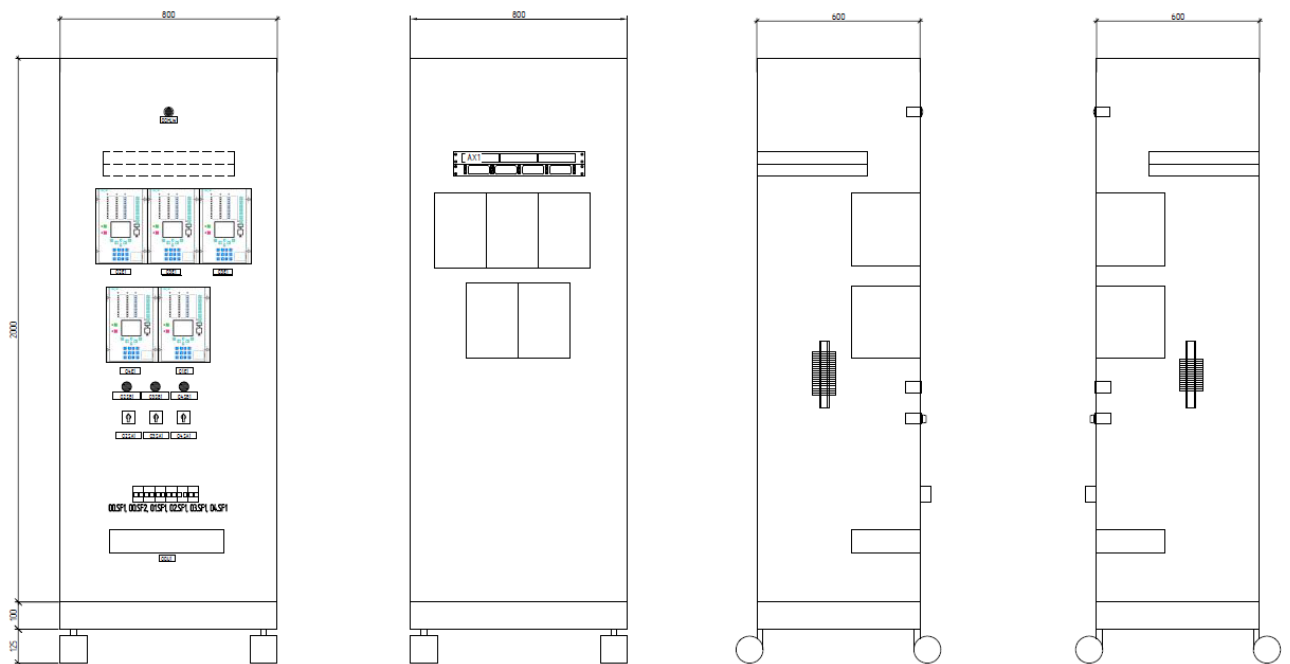

Рисунок 16. Панель защиты и контроля ячеек 6-35 кВ
- панель защиты и контроля ячеек 6-35 кВ с комплектами БЭ2704Б0104 (защ. и кнтр. ОЛ), БЭ2502Б0204 (защ. и кнтр. СВ), БЭ2502Б0304 (защ. и кнтр. ввода), БЭ2502Б0402 (защ. ТН) и БЭ2502Б1901 (защ. ТСН) (рис. 16);